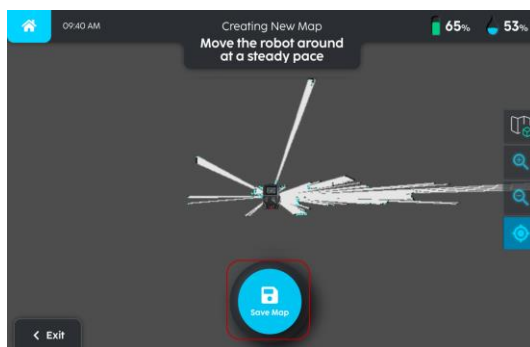

FIGURE 5-14
1. Sélectionnez 'PÉRIMÈTRE' et cliquez sur 'DÉMARRER' (Fig. 5-14).